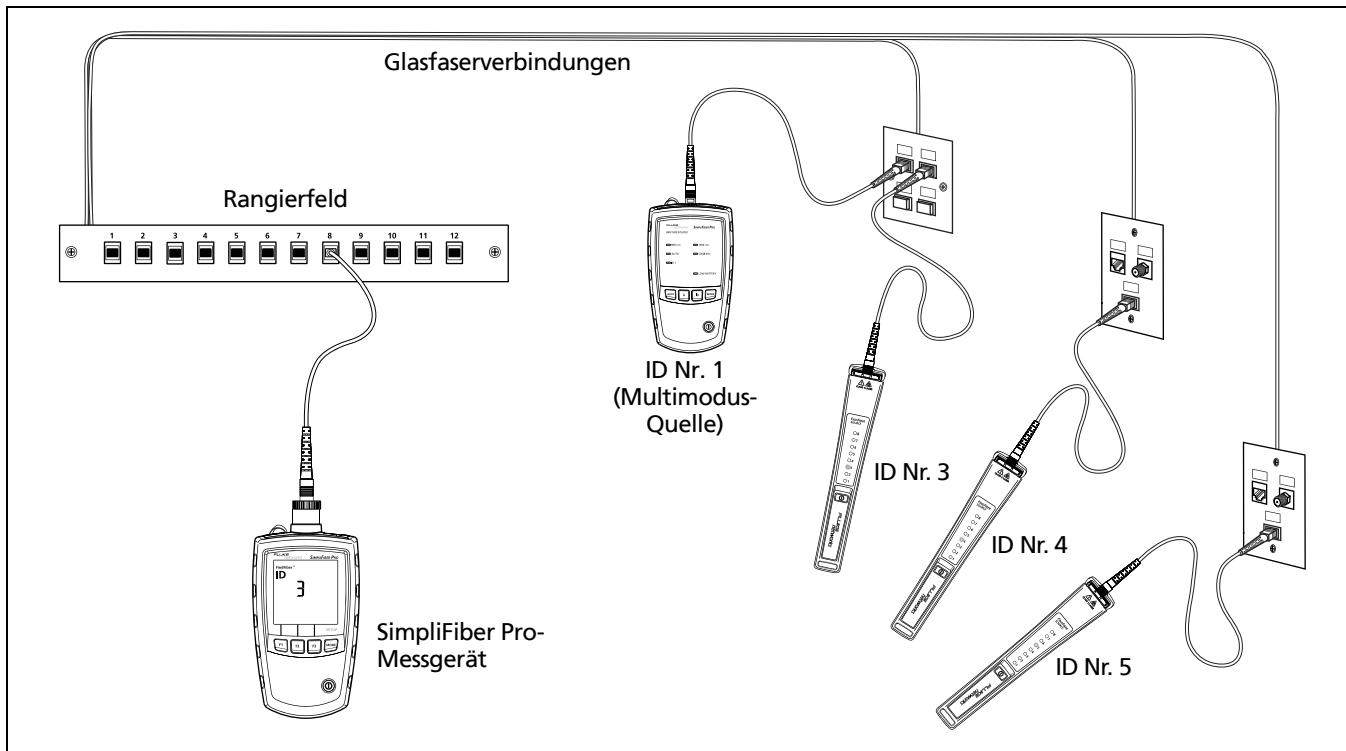

Abbildung 6. Verwendung des FindFiber-Modus zum Auffinden von Glasfasern
- 1 Das Messgerät und eine SimpliFiber-Quelle oder eine oder mehrere FindFiber-Quellen gemäß Abbildung 6 an die Verbindungen anschließen.